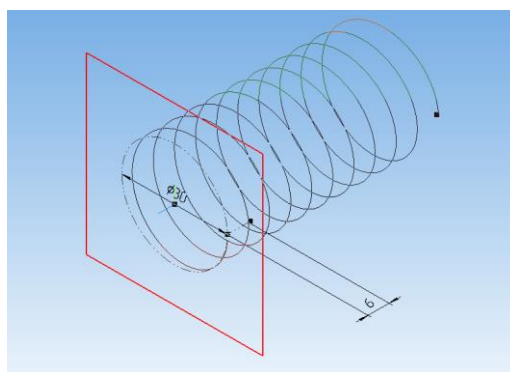

Рис. 10.1. Спираль
1. Выделяем плоскость ху, при ориентации XYZ. На панели Пространственные кривые выбираем команду Спираль цилиндрическая  (рис. 10.1).